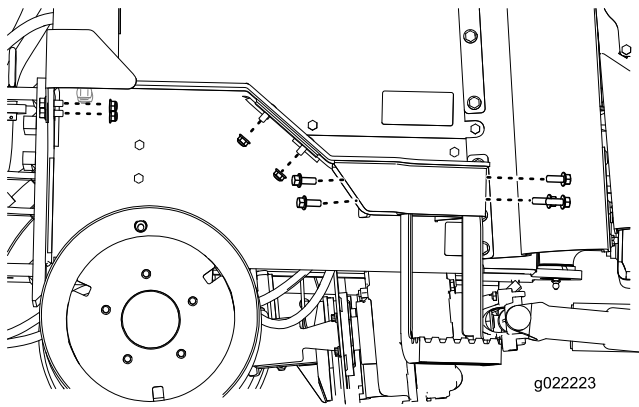

Figura 19
3. Retire el peldaño supletorio de la máquina (Figura 19).